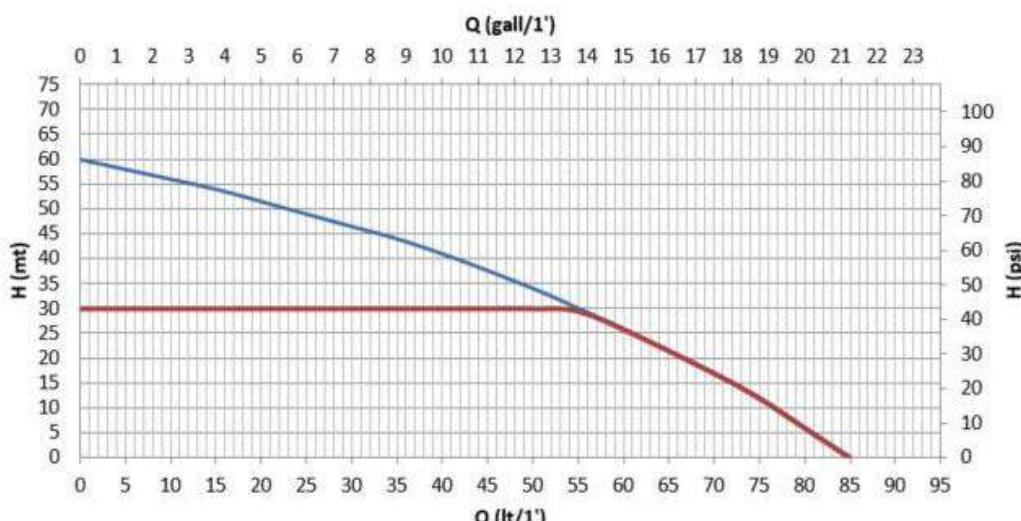

Fig. 2
Le graphique de la Fig.2 illustre la courbe des prestations hydrauliques. L'inverseur module automatiquement la vitesse de rotation de l'électropompe, lui permettant ainsi de dépasser selon les besoins son point de travail sur une partie quelconque de la zone située sous sa courbe, afin de maintenir la constance de la valeur de pression paramétrée (SP). La courbe en rouge montre le comportement du système avec réglage (setpoint = point de consigne) à 3,0 bar (43.5 psi).